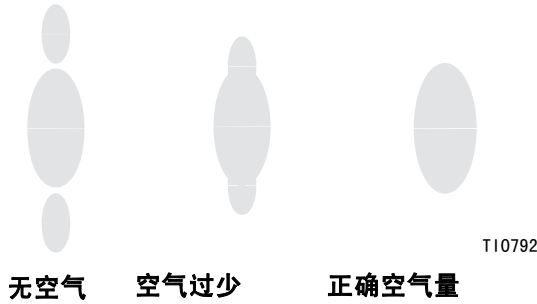

图 11：正确的喷型
4. 接通雾化空气，将空气压力设定为大约 10 磅 / 平方英寸（70 千帕，0.7 巴）。检查喷型，然后调节空气压力，直到分叉完全雾化而且归入喷型。请参见图 11。喷枪供气压力不得超过 100 磅 / 平方英寸（0.7 兆帕，7 巴）。